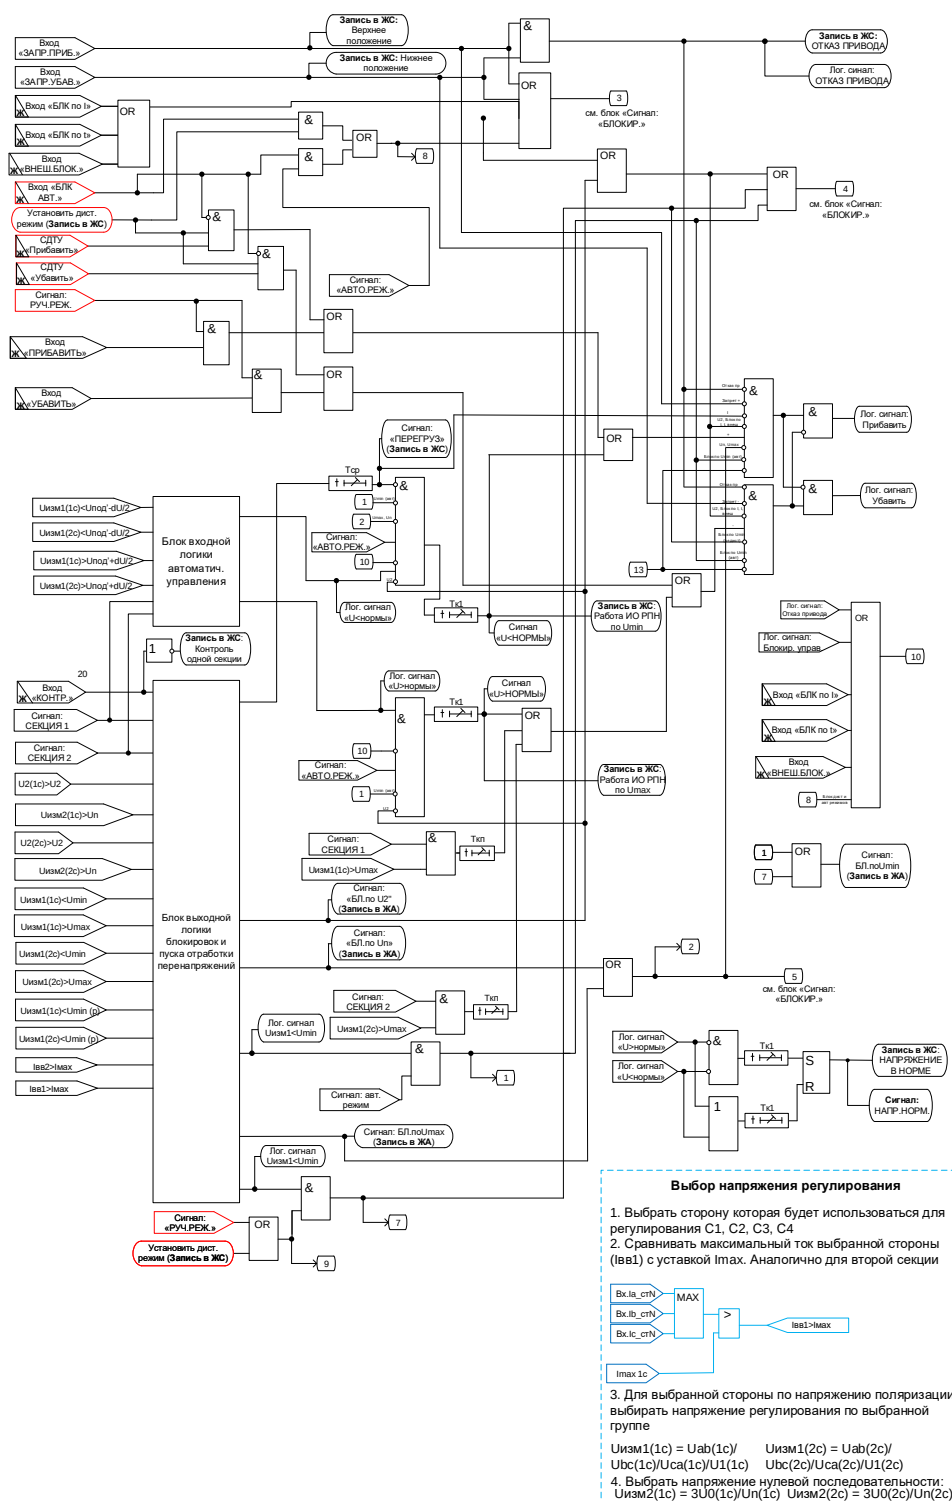
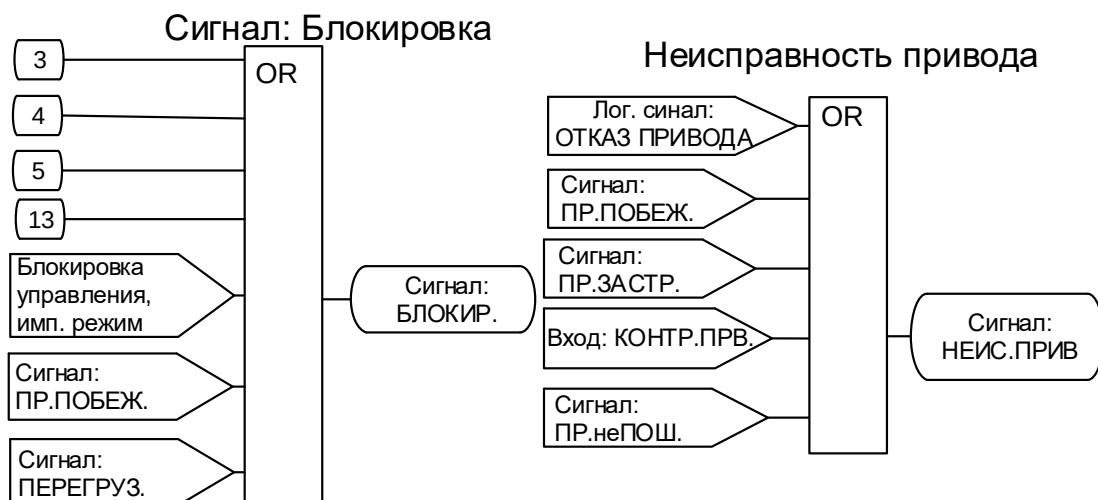

Рисунок 6.90 – Логика формирования сигналов управления
Рисунок 6.97 – Логика формирования сигналов «блокировка» и сигнала «неисправность привода»
**Блокировки.** Наличие любого сигнала внешней блокировки («**ВНЕШ. БЛОК.**», «**БЛК по I**», «**БЛК по t**») запрещает формирование команд «**ПРИБАВИТЬ**» и «**УБАВИТЬ**» (см. рис. 6.90), формируется сигнал «**БЛОКИР.**» (см. рис. 6.97). При снятии сигналов внешней блокировки пропадает сигнал «**БЛОКИР.**», разрешается регулирование.
Если обнаружен сигнал от нижнего концевого выключателя (на входе «**ЗАПР.УБАВ**»), то запрещается выдача команды «**УБАВИТЬ**», формируется сигнал «**БЛОКИР.**» (см. рис. 6.97). При снятии сигнала от концевого выключателя снимается сигнал «**БЛОКИР.**».
Если обнаружен сигнал от верхнего концевого выключателя (на входе «**ЗАПР.ПРИБ**»), то запрещается выдача команды «**ПРИБАВИТЬ**» (см. рис. 6.90), формируется сигнал «**БЛОКИР.**» (см. рис. 6.97). При снятии сигнала от концевого выключателя снимается сигнал «**БЛОКИР.**».
При одновременном наличии сигналов на дискретных входах «**ЗАПР.ПРИБ**» и «**ЗАПР.УБАВ**» регулировка напряжения полностью запрещается, формируются сигналы «**БЛОКИР.**», запись в ЖС «Отказ привода», «**СИГН.РПН**». Регулятор деблокируется, когда будут сняты оба сигнала (см. рис. 6.90; 6.96; 6.97).
**Внутренняя блокировка по току.** Если в регулируемой секции ток ввода  $I_{вв} > I_{мах}$ , то через время контроля перегрузки по току  $T_{ср}$  запрещается выдача команды «ПРИБАВИТЬ», формируется сигнал «БЛОКИР.», формируются длительный сигнал «ПЕРЕГРУЗ» и импульсный сигнал «СИГН.РПН» (см. рис. 6.90). Сигналы «БЛОКИР.» и «ПЕРЕГРУЗ» сбрасываются, когда ток уменьшается ниже  $0,95 I_{мах}$ . Ток  $I_{вв}$  - максимальный фазный ток регулируемой секции.
**Внутренняя блокировка по  $U_2$**  предназначена для блокировки управления РПН при перегорании предохранителя в цепях ТН. Если в регулируемой секции напряжение  $U_2$  превышает уставку, то регулирование запрещается, формируется сигнал «БЛОКИР.» (см. рис. 6.90 и 6.97). При снижении напряжения ниже 98% порогового значения пропадает сигнал «БЛОКИР.», разрешается регулирование.
**Работа при достижении  $U_{min}$ .** Если в регулируемой секции в автоматическом режиме управления действующее значение напряжения меньше  $U_{min}$ , то запрещается регулирование, формируется длительный сигнал «БЛОКИР.» и импульсный сигнал «СИГН.РПН» (см. рис. 6.90; 6.96 и 6.97). При повышении напряжения выше  $1,02U_{min}$  сбрасывается сигнал «БЛОКИР.», разрешается регулирование.
В ручном или дистанционном режимах управления при снижении действующего напряжения регулируемой секции меньше  $U_{min} (p+d)$ , запрещается формирование команды «УБАВИТЬ», формируется длительный сигнал «БЛОКИР.» и импульсный сигнал «СИГН.РПН» (см. рис. 6.90; 6.96 и 6.97). При повышении напряжения выше  $1,02U_{min}(p+d)$  сбрасывается сигнал «БЛОКИР.», разрешается формирование команды «УБАВИТЬ».
- запрещается выдача команды «ПРИБАВИТЬ», формируется длительные сигналы «БЛОКИР.» и «СИГН.РПН» (см. рис. 6.90; 6.96 и 6.97);
**Контроль двух секций.** Если контролируются обе секции (установлен сигнал «КОНТР.») и обнаружено превышение условия в любой из двух секций («ПЕРЕГРУЗ»), то формируются длительные сигналы «БЛОКИР.» и «СИГН.РПН» и блокируется выдача соответствующей команды управления (см. рис. 6.90; 6.96 и 6.97).
то запускается таймер Тк1 (задержка формирования первичной команды на управление приводом). Спустя время Тк1 формируется сигнал «U<НОРМЫ» и запускается логика формирования сигнала «ПРИБАВИТЬ» (см. рис. 6.90).
**Программа понижения напряжения.** Если выполняется условие (6.5), то запускается таймер Тк1 (задержка формирования первичной команды на управление приводом). Спустя время Тк1 формируется сигнал «U>НОРМЫ» и запускается логика формирования сигнала «УБАВИТЬ» (см. рис. 6.90).